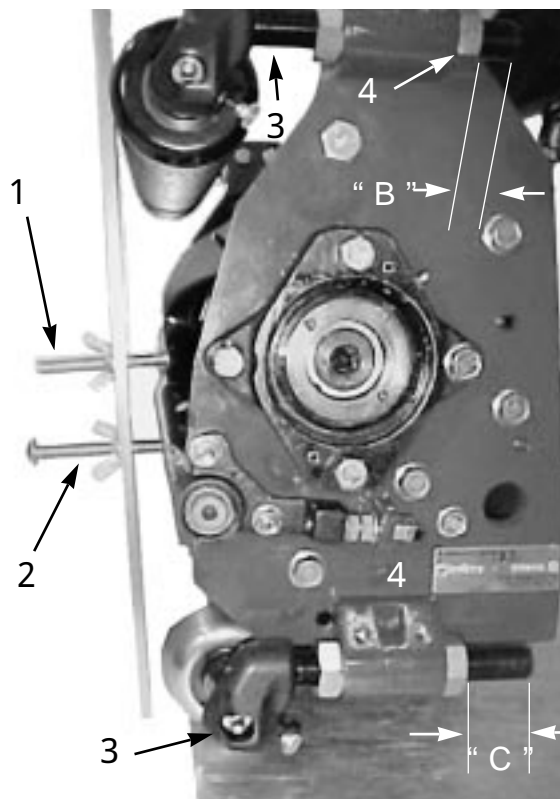

図 8
4. 表1により、後サポートの位置を前または後ろで設定する。後刈り高ロッドの高さを、表に指示されている値よりも3mm小さくセットして、後ローラとゲージバーとの間にすきまを作っておく（図8）。
注：前後のローラにゲージバーを差し渡してください。第1ネジを下刃の縁にぴったりと掛け、第2ネジを下刃の底面に当てた時（図8）前ローラとゲージバーの間にすきまがあれば、そのすきまが無くなるまで前ローラを下げてください。逆にゲージが入らなければ、1）第1のネジ（刈り高ネジ）が下刃に軽く掛かり、2）第2のネジが下刃の底面に当たり、3）ゲージバーが前後のローラに当たるまで、前ローラを上げてください。この調整（姿勢）をカッティングユニットの左右の端で確認します。